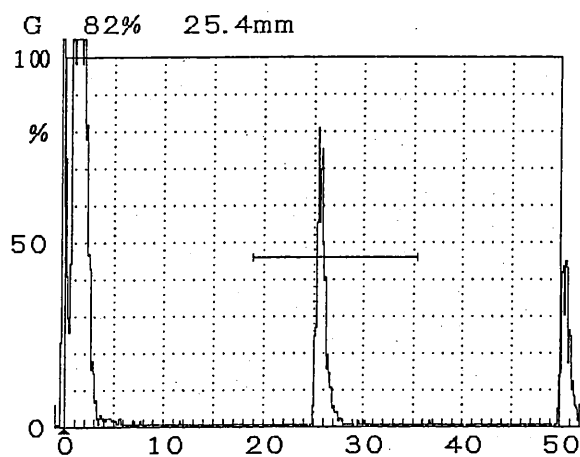

図 6.2.22 印刷様式の例 (探傷報告様式2)
- (3) 探傷報告様式 (2) : 探傷報告様式 (1) と同様の探傷図形又は周波数分析結果と、日付、UI-23 の製造番号、探触子、試験者、試験体を図 6.2.22 に示したように A 4 サイズの紙に印刷します。